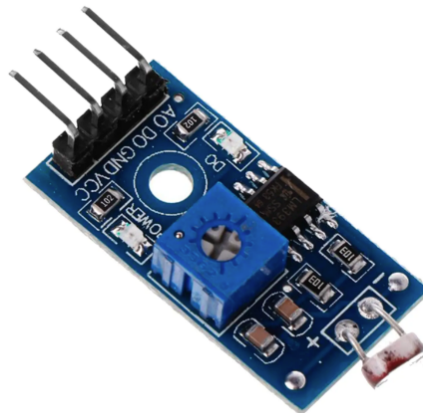

Рис. 2.3 Модуль з фоторезистором аналого-цифровий
**Сенсор освітлення.** Модуль сенсора світла з пороговим компаратором (рис. 2.3). Поріг спрацьовування компаратора регулюється змінним резистором.